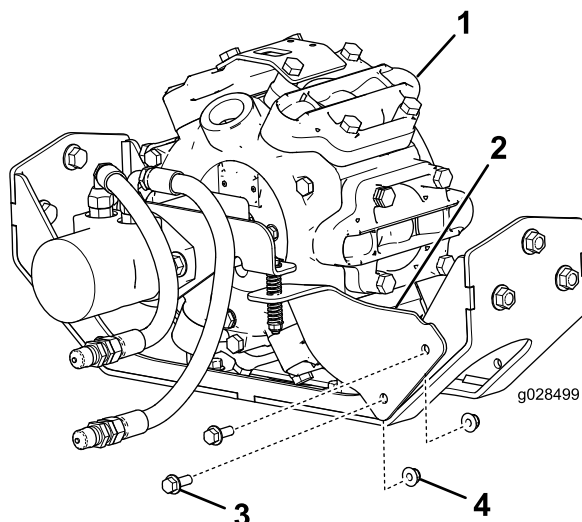

Figure 6
1. Fixez le support antirotation au support avant gauche de la pompe de pulvérisateur au moyen de 2 boulons à embase (3/8 x 1 po) et de 2 écrous à embase (3/8 po), comme montré à la Figure 6.